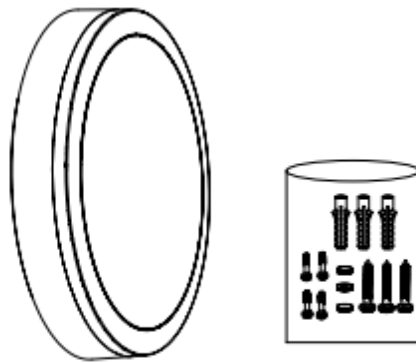

Рисунок 2 - Светильники серии ДБО96
5.2 Распакуйте светильник и проверьте комплектность согласно паспорта (рисунок 2).